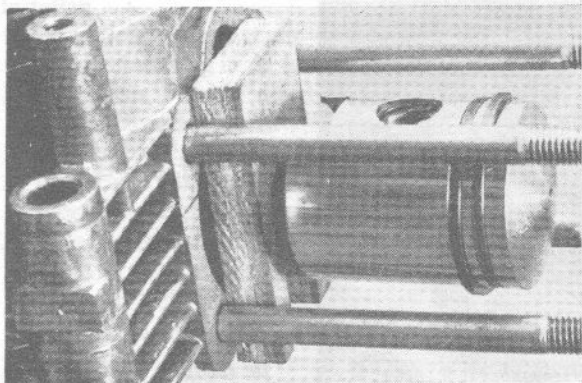

Fig. 11
- De 4 cylinderkopmoeren losdraaien, pas op het zoekraken van de onderleg-ringen. Cilinderkop afnemen. Cilinder afnemen. Zuiger met houten hulpstuk tegen beschadiging beschermen (fig. 11). De stofdeksel van het vliegwiel losmaken door de spring ring af te nemen. De deksel heeft 3 nokken. Deze voor de uitsparing van het vliegwiel draaien.